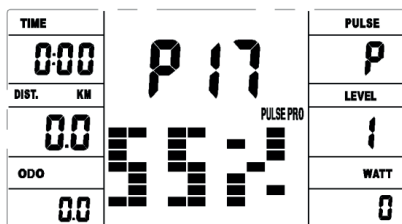
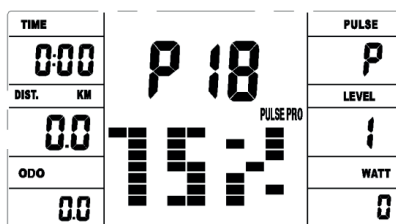
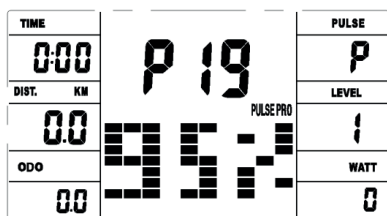

Рисунок 19
Рисунок 20
Рисунок 21
- A. Натисніть кнопку UP/DOWN, щоб вибрати програму контролю пульсу: 55% (Рис. 19), 75% (Рис. 20) або 95% (Рис. 21). Натисніть ENTER для підтвердження.